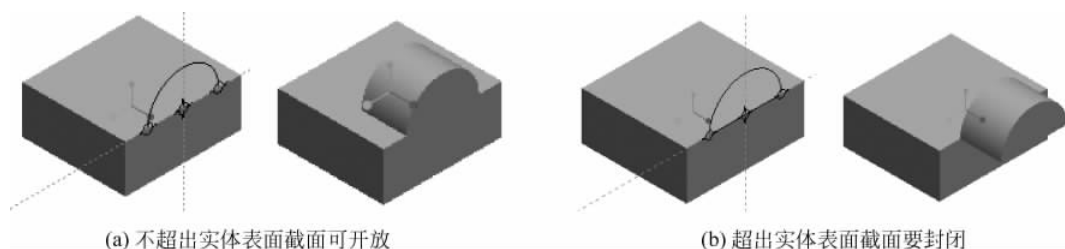

图 3-1 拉伸截面的封闭与开放
- (1) 首次拉伸实体时,其拉伸截面必须封闭。
- (2) 当已有实体存在时,若要在原有实体上另产生拉伸特征,则新的拉伸特征截面有以下两种情况。
- ① 当新的拉伸特征不超出原实体表面时,拉伸截面可以是开放的,此截面的端点必须与实体表面对齐,如图 3-1(a)所示。
- ② 当新的拉伸特征超出原实体表面时,拉伸截面必须封闭,如图 3-1(b)所示。